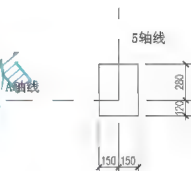

图 4.7 柱的尺寸及位置
(3) 在 A 轴线和 5 轴线相交处绘制尺寸为 300mm×400mm 的柱，柱和轴线的关系如图 4.7 所示。